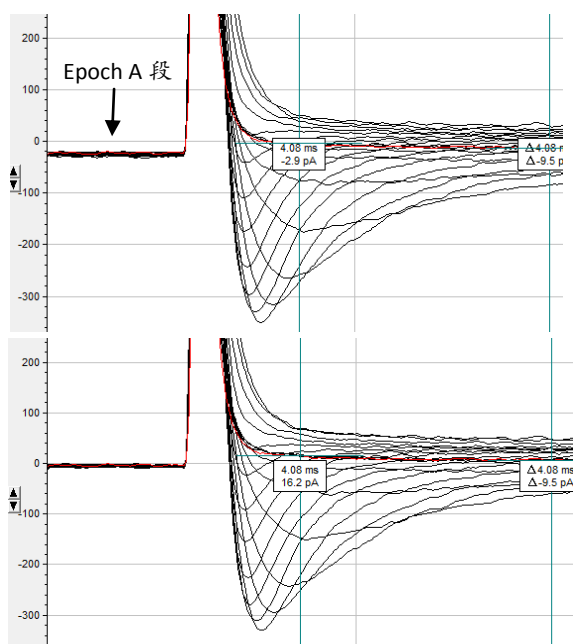

图 3. Clampfit 基线调零功能——去除均值法
**（1）Subtract mean of（去除均值法）：**通过减去选择区域的平均值达到基线调零的目的，适用于去除直流漂移。例如，对于 Sweep 数据文件，去除 Epoch A 段数据的平均值将获得统一的基线，便于各个 Sweep 之间进行比较（图 3）。